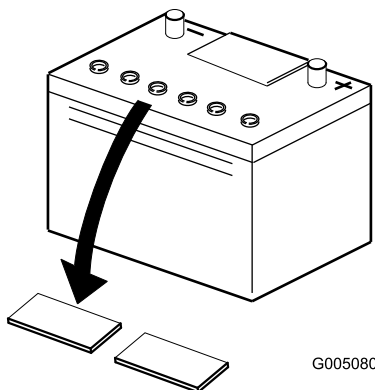

Figura 4
2. Limpie la parte superior de la batería y retire los tapones de ventilación (Figura 4).